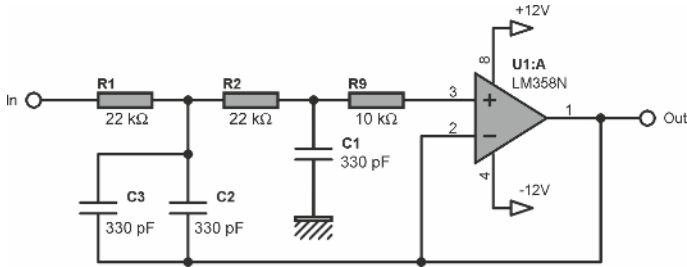

Figure 2.7
**Tentatoo** – Je n'ai jamais dit que cela ne s'entendrait pas. J'ai juste dit que cela s'entendrait peu. Vous savez, passé un certain âge, on entend de moins en moins les fréquences aiguës, et la différence entre audio filtré à 15 kHz et audio non filtré n'est plus très grande. Et si l'on fait la comparaison avec les émissions diffusées en grandes ondes (GO) où le signal audio transmis ne dépasse pas 8 kHz, vous conviendrez que 15 kHz reste une valeur fort convenable.
**Tentatoo** – Tout est toujours relatif, Sepatoo. Que pensez-vous du schéma présenté à la **figure 2.7** ?